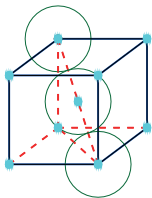

Fig.2
- a) cubica corpo-centrata (Fig.2)